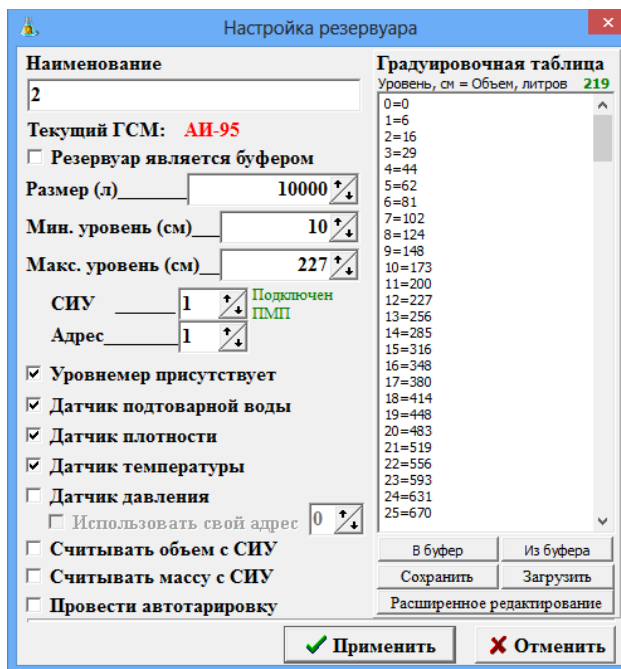

Рис. 8
Рис.8а
Для **изменения параметров объекта «ГСМ»** выполните двойной щелчок левой кнопки мыши на выбранном объекте «ГСМ» (или в всплывающем меню выберите пункт «Свойства») и в окне «Настройка ГСМ» (Рис.8б), задайте:
- в поле «Отпуск производится в» - единицу отпускаемого топлива — литры, м³, килограммах или киловатт часах (Рис.8б),